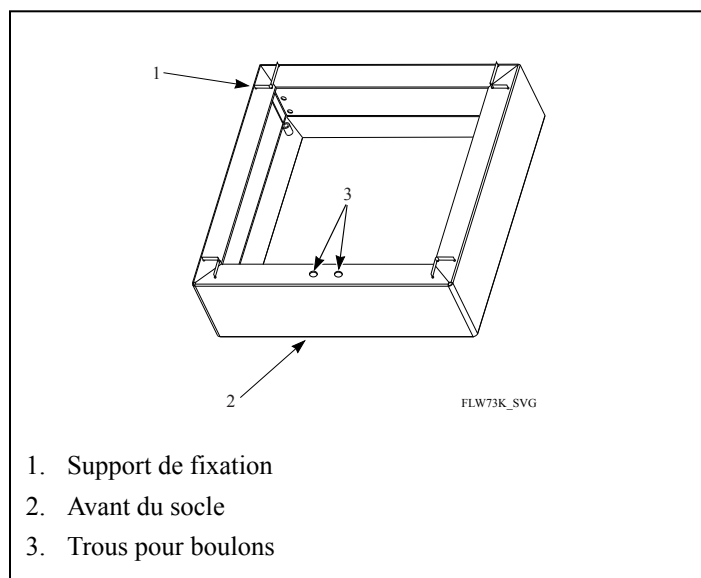

Figure 8
5. Placer le socle à l'emplacement voulu. Il y a deux trous de boulons sur le dessus du socle à l'avant. Voir la *Figure 8*.
10. Se mettre à deux pour incliner le lave-linge vers l'avant et le soulever. Soigneusement déposer le lave-linge sur le socle, en plaçant les pieds du lave-linge dans les supports de fixation du socle. Voir la *Figure 8*. S'assurer que le socle soit bien aligné avec le lave-linge à l'avant et à l'arrière.
12. Faire passer les deux vis à tête cylindrique comprises avec le socle dans les trous des cales de transport du lave-linge et les visser dans le socle. Voir la *Figure 8*.
8. Placer le socle à l'emplacement final voulu. Il y a deux trous de boulons sur le dessus du socle à l'avant. Voir la *Figure 8*.
13. Se mettre à deux pour incliner le sèche-linge vers l'avant et le soulever. Soigneusement déposer l'appareil sur le socle en plaçant les pieds dans les supports de fixation du socle. Voir la *Figure 8*. S'assurer que le socle soit bien aligné avec l'appareil à l'avant et à l'arrière.